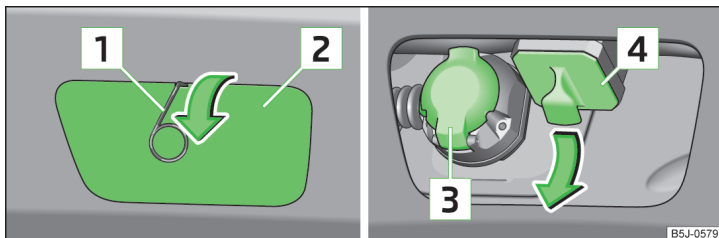
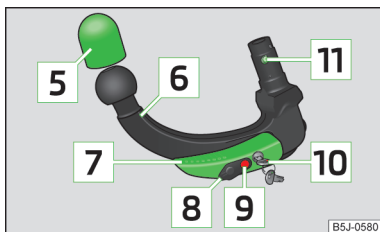

Abb. 117 Abdeckkappe abnehmen: am hinteren Stoßfänger / für den Aufnahmechacht
Abb. 118
Bildbeschreibung » Abb. 117 und » Abb. 118
- Die Abdeckkappe am hinteren Stoßfänger **2** » Abb. 117 auf Seite 126 mithilfe des Bügels zum Abziehen der Radvollblenden in Pfeilrichtung abnehmen.
- Die Abdeckkappe für den Aufnahmeschacht **4** » Abb. 117 auf Seite 126 in Pfeilrichtung abziehen » **!**.
Die Kappe **2** sowie die Kappe **4** » Abb. 117 auf Seite 126 nach dem Abnehmen an einer geeigneten Stelle im Gepäckraum aufbewahren.
- Die Abdeckkappe für den Aufnahmeschacht **4** » Abb. 117 auf Seite 126 entgegen der Pfeilrichtung einsetzen.
- Die Abdeckkappe am hinteren Stoßfänger **2** » Abb. 117 auf Seite 126 an die „Häkchen“ im unteren Stoßfängerbereich ansetzen.